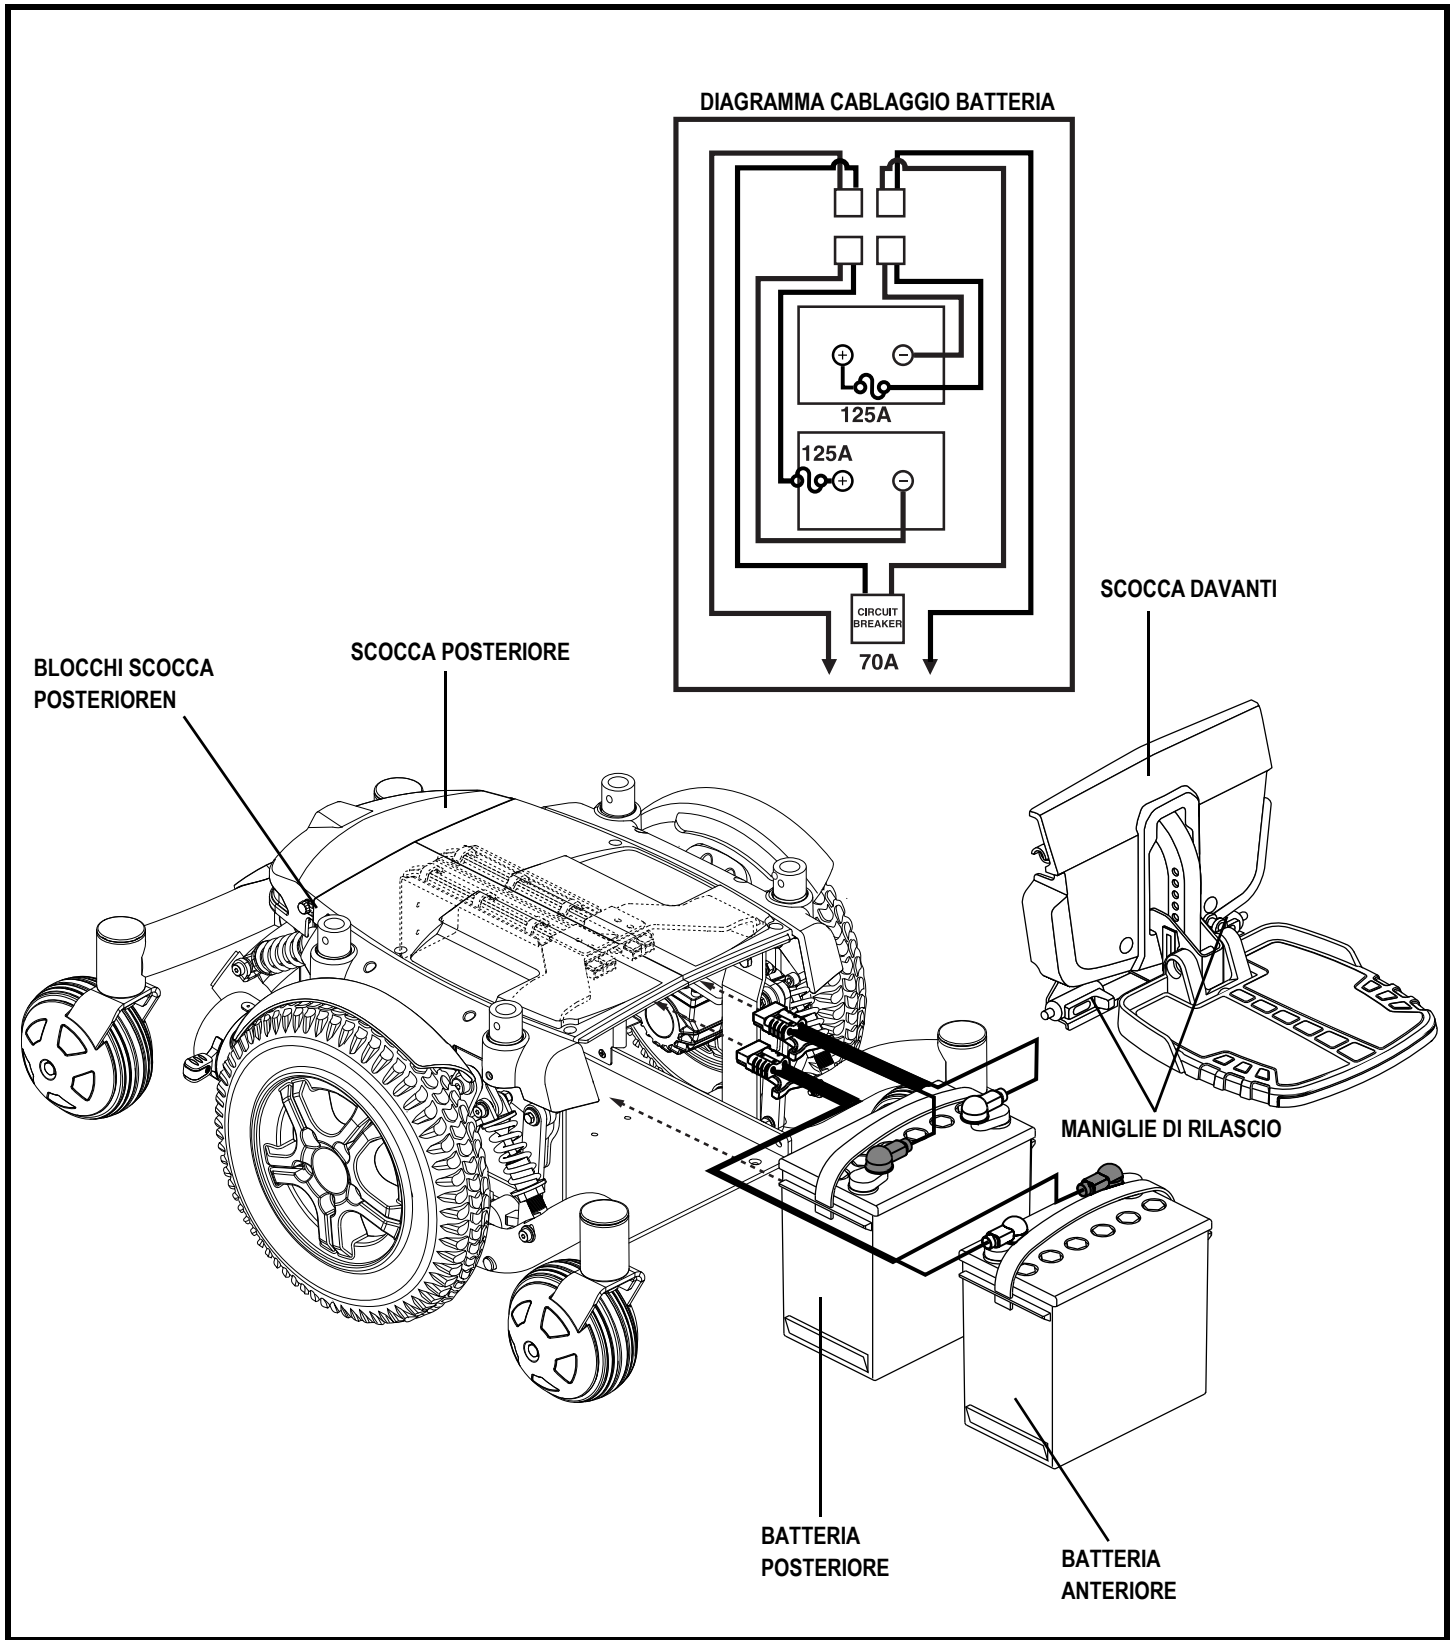

Figura 28. Installazione della batteria
8. Collegare il gruppo batteria alla batteria posteriore seguendo il diagramma di cablaggio corrispondente. **Vedere la figura 28.**